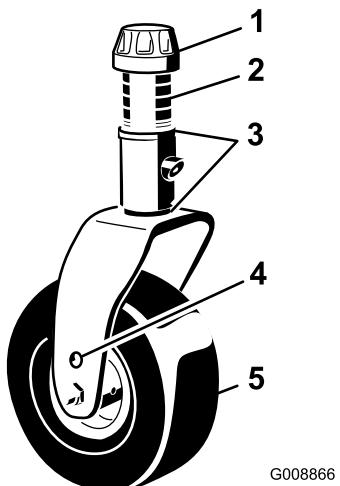
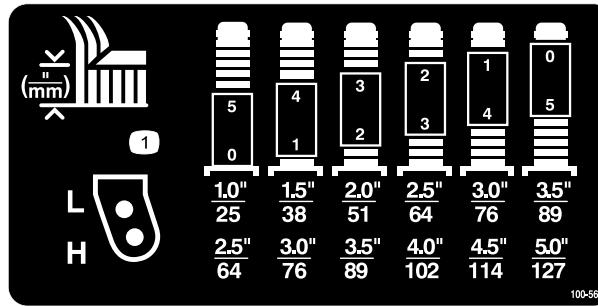

Bild 6
Bild 7
2. Stecken Sie die Laufradachsen in beiden Laufradgabeln in die gleichen Löcher. Ermitteln Sie die richtigen Löcher für die Einstellung mit Bild 6 und Bild 7.
3. Entfernen Sie die Spannkappe von der Spindelwelle (Bild 6) und ziehen die Spindel aus dem Laufradarm heraus. Ziehen Sie zwei Beilagscheiben so auf die Spindelwelle, wie sie ursprünglich montiert waren. Diese Beilagscheiben sind erforderlich, um alle Mähwerke über die Breite auf ein Niveau zu bringen. Schieben Sie die erforderliche Anzahl von Distanzstücken (1/2") auf die Spindelwelle, um die gewünschte Höhe zu erhalten; schieben Sie dann die Scheibe auf die Welle. Ermitteln Sie die Kombination der Distanzstücke für die Einstellung mit Bild 7.